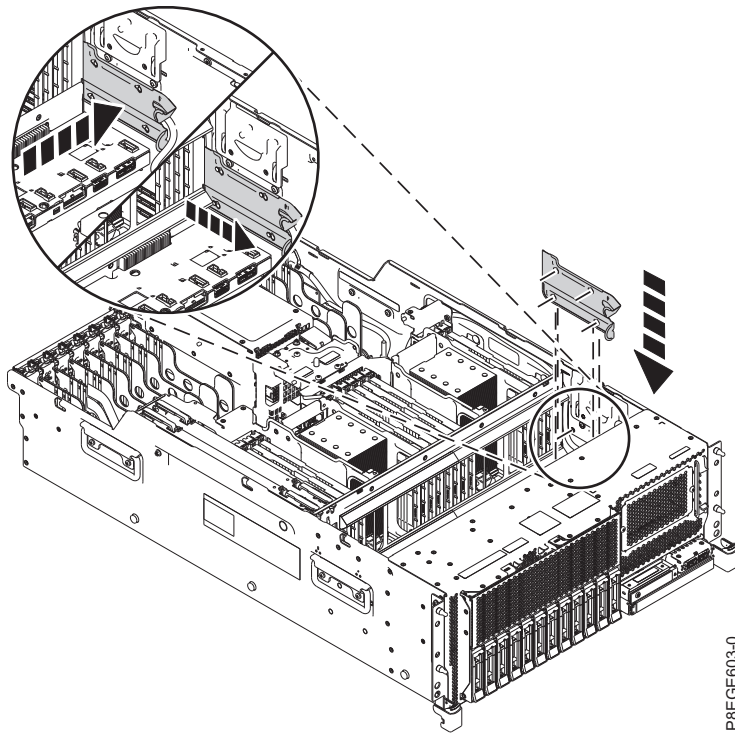

図 4. USB ケーブル・カバーの再取り付け
5. USB ケーブル・カバーにあるスロットをシャーシのピンにかぶせて挿入することによってケーブル・カバーを再取り付けします。カバーの上部ハンドルをつかみ、カバーをシステムの前面に向かって引きます。スロットがピンの上に収まり、カバーの上部ハンドルのラッチが掛かるまで、カバーを前方に引きます。7 ページの図 4 を参照してください。